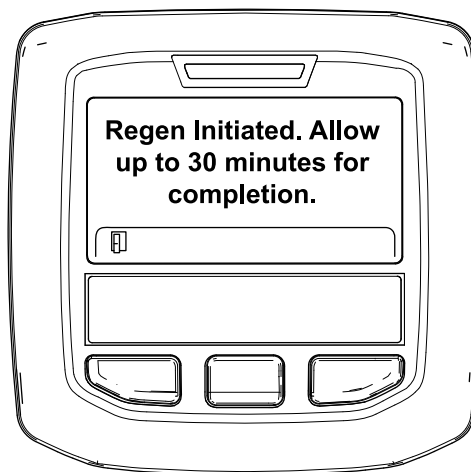

Рисунок 50
- Если регенерация разрешена, на дисплее инфо-центра появится сообщение «Regen Initiated. Allow up to 30 minutes for completion» («Регенерация запущена. Подождите 30 минут до завершения»). При появлении этого сообщения на дисплее инфо-центра подождите, пока машина не выполнит полный процесс регенерации с парковкой (Рисунок 50).